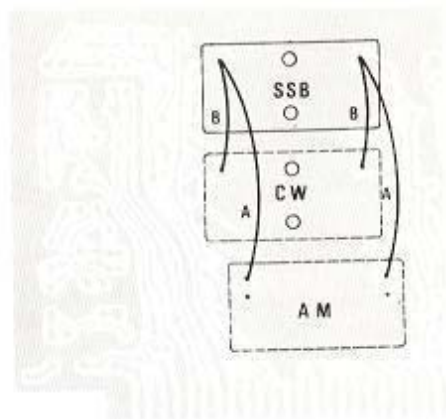

Figura 7
- 3) Para la instalación del filtro de CW, remueva los puentes "B" del impreso. Para la instalación del filtro AM, remueva los puentes "A";(ver figura 7).
- 4) Monte los filtros como se indica en la figura 7. No aplique excesiva fuerza al apretar las tuercas de sujeción. Ver figura 8 para mayores detalles.